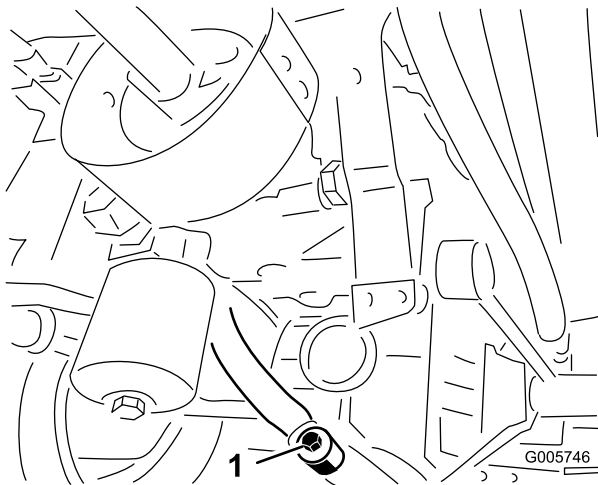
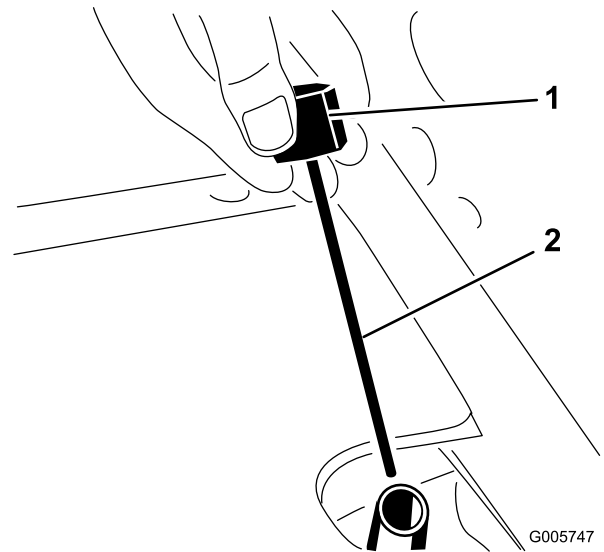

Bild 77
Bild 78
4. Nehmen Sie die Ablassschraube vom Ablass zwischen dem Achsgehäuse und Ölfilter ab und lassen Sie das Öl in eine Auffangwanne ablaufen (Bild 77).
6. Setzen Sie die Ablassschraube in den Ablass zwischen dem Achsgehäuse und dem Filter ein (Bild 77).
7. Nehmen Sie den Ölpeilstab aus dem Achsenfüllstutzen (Bild 78) und füllen Sie die Achse bis zum richtigen Ölstand mit dem richtigen Hydrauliköl, siehe Tabelle oben.
9. Lassen Sie die Maschine für zwei Minuten stehen, nehmen Sie dann den Peilstab heraus und prüfen Sie den Ölstand in der Achse (Bild 78). Wenn der Ölstand niedrig ist, füllen Sie Öl auf, bis der Stand an die Kerbe am Peilstab liegt (Bild 78). Wenn der Stand zu hoch ist, nehmen Sie die Ablassschraube ab (Bild 77) und lassen Sie Öl ablaufen, bis der Stand an der Kerbe am Peilstab liegt.